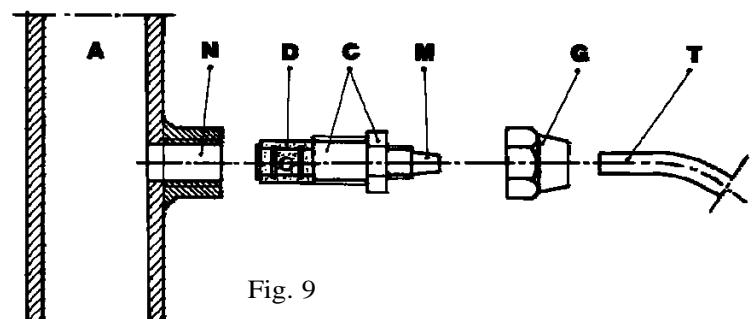

Fig. 9
g. - Seleccione el punto de inyección más apropiado en la tubería de la instalación a tratar y coloque un empalme de 3/8 " gas hembra. Este empalme no viene con la bomba. Enrosque la válvula de inyección en el empalme con la junta de impermeabilización de Teflón Fig.9. Conecte el tubo de la juntura cónica de la válvula de inyección y asegúrelo con la abrazadera G correspondiente. La válvula de inyección es también una válvula estática.
3.1 -ESQUEMA DE MONTAJE DE LA VÁLVULA DE INYECCIÓN FIG. 9